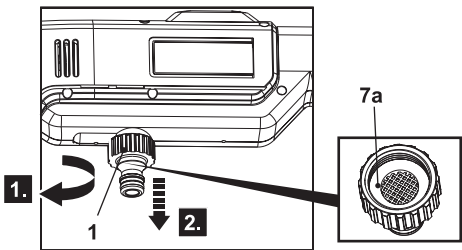

Fig. 14
1. Afloje (Fig. 14, paso 1) y retire el adaptador de entrada de agua (7) de la propia entrada (paso 2).